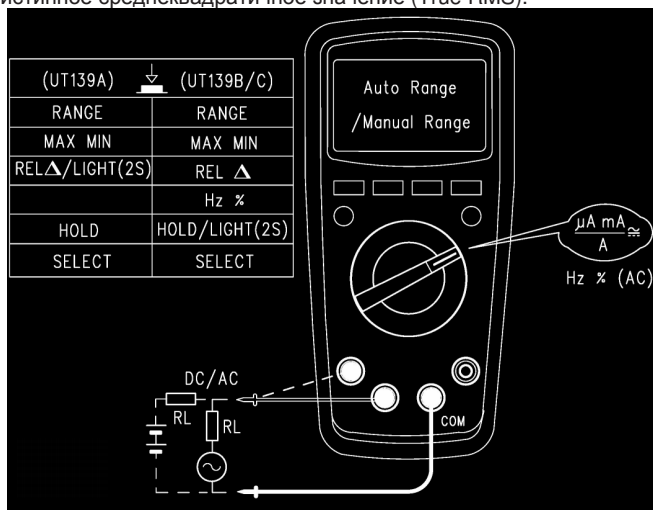

Рисунок 10
9.8. Измерение переменного и постоянного тока (см. Рисунок 10)